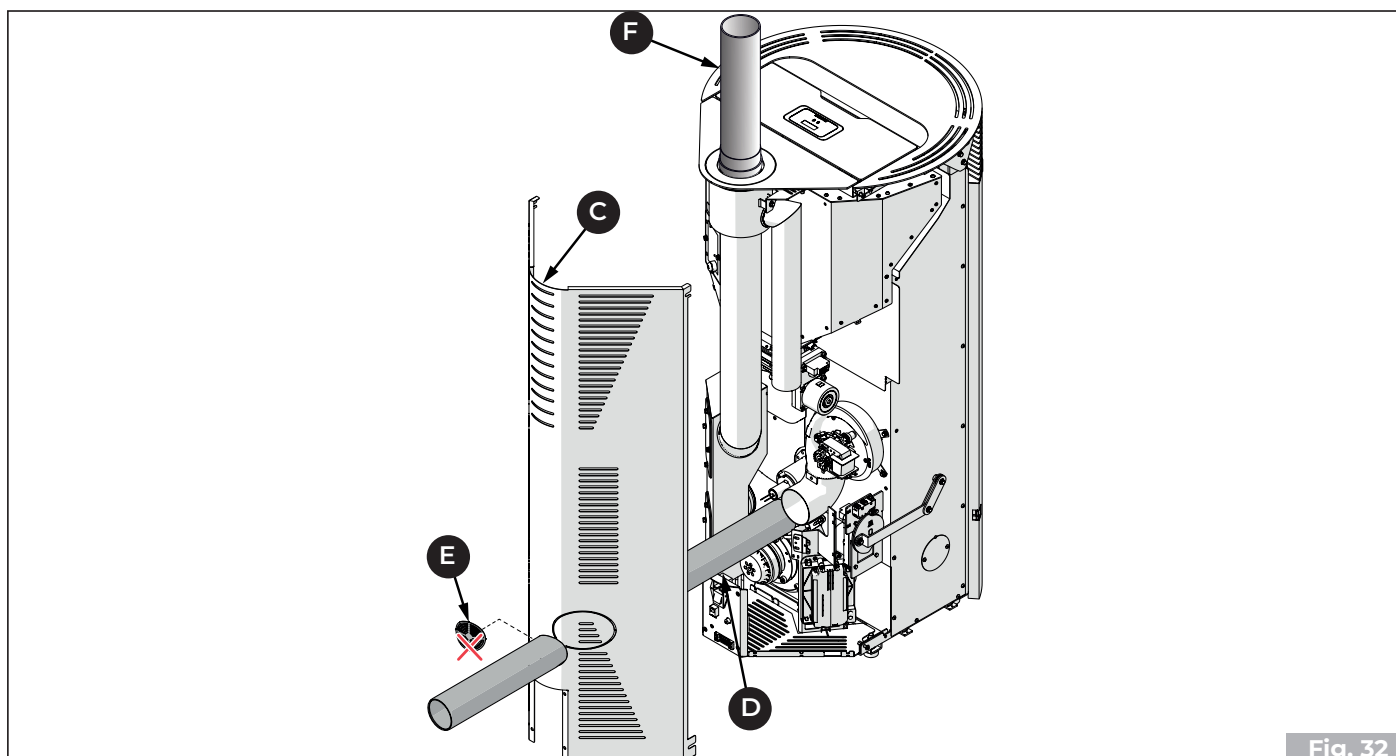

Fig. 32
- Togliere il pretranciato (E) sullo schienale (C) e far passare il tubo flessibile (D) per collegarlo ad una presa d'aria esterna
- Rimontare lo schienale (C) e i laterali, procedendo come descritto nel libretto prodotto
- Collegare il tubo uscita fumi (F) ("Fig. 32")